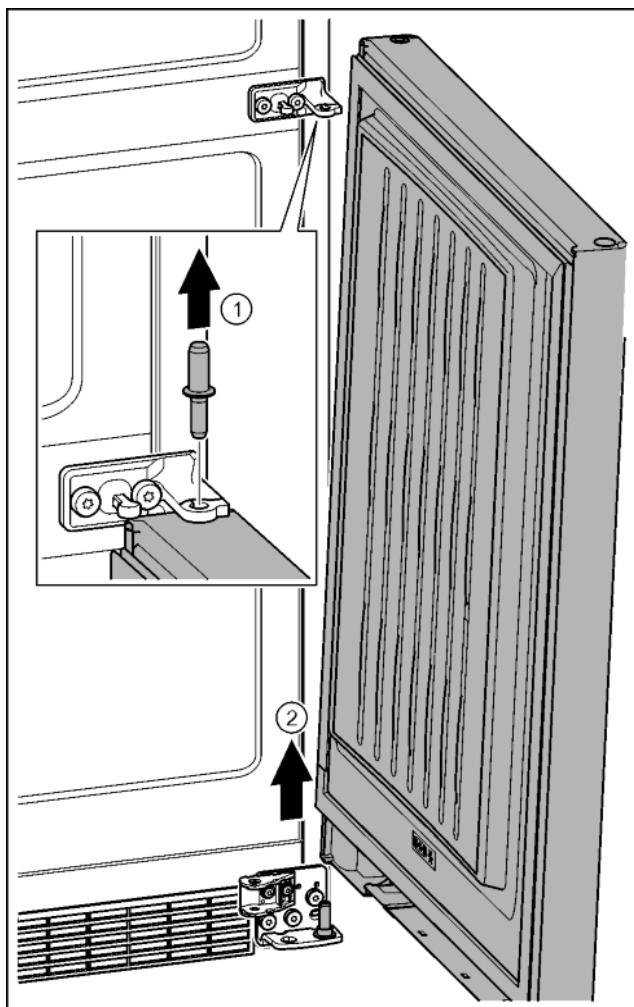

Fig. 22
- Извлечь пальцы движением вверх. Fig. 22 (1)
- Отклонить дверь, приподнять вверх и отставить в сторону. Fig. 22 (2)